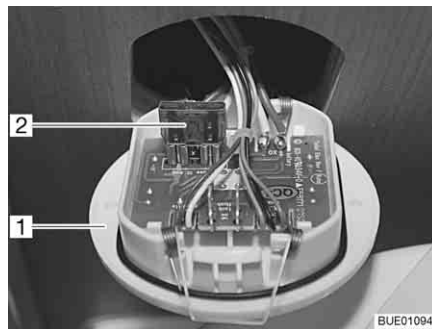

Fig. 174 Fusibile della toilette
- Sollevare l'elemento di regolazione per la toilette (Fig. 174,1) con uno strumento adeguato ed estrarlo dalla parete.
- Sostituire il fusibile (Fig. 174,2).